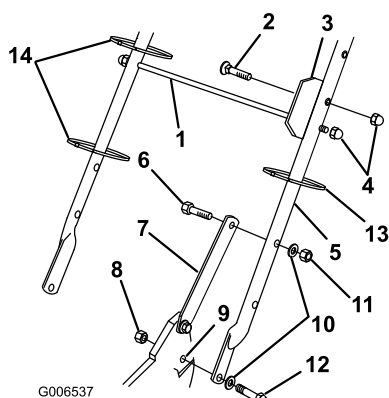

Figure 3
1. Montez le guidon à l'extérieur du carter de tondeuse (en vous servant du trou inférieur) avec 2 boulons (5/16 x 1-1/4 pouces), rondelles et contre-écrous minces (5/16 pouce) (Figure 3).
2. Fixez les pattes de verrouillage au guidon avec 2 boulons (5/16 x 1-1/2 pouces), rondelles et contre-écrous (5/16 pouce) (Figure 3).
3. Insérez le boulon dans la plaque d'alignement du bac et le trou supérieur à gauche du guidon puis fixez-le avec un contre-écrou borgne (Figure 3).
4. Insérez la tige de support du bac à herbe dans le troisième des trous supérieurs dans le guidon, et serrez un contre-écrou borgne à chaque extrémité (Figure 3).
5. Utilisez les serre-câbles fournis pour attacher les câbles de commande au guidon (Figure 3).